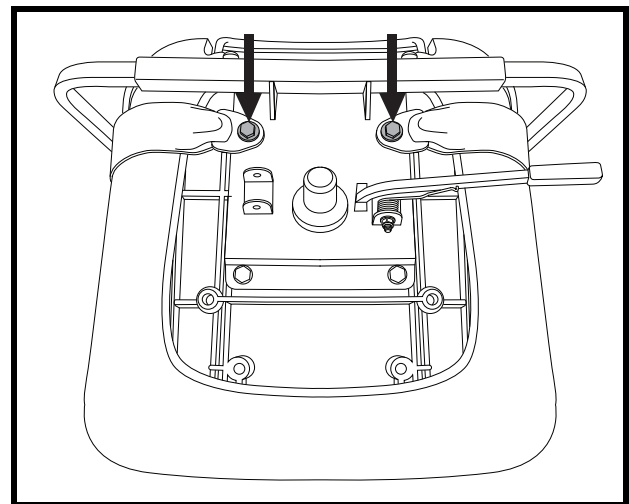

Abb. 21. Befestigungsschrauben des Rückhaltgurts
Ihr Elektromobil ist mit einem KFZ-typischen Rückhaltgurt ausgestattet, der dem Benutzer angepaßt werden kann. **Siehe Abb. 21.** Der Rückhaltgurt wurde konzipiert, um ein Auf- oder Abwärtsrutschen des Fahrers zu verhindern. Der Rückhaltgurt ist nicht als Rückhaltesystem entwickelt worden.
2. Sitz umdrehen, um die Unterseite einzusehen. **Siehe Abb. 21.**